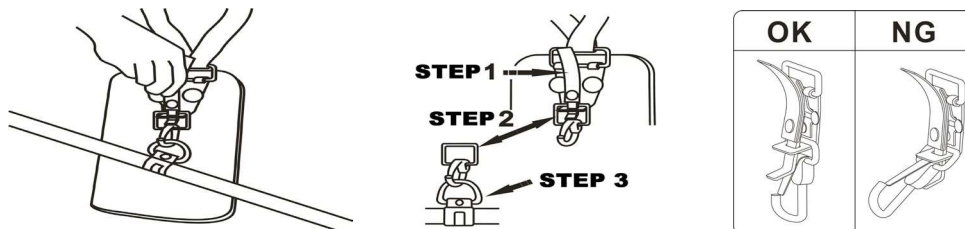

Fig. 7
- Para volver a conectar el arnés a la desbrozadora, reajusta el agarre tirando de él y volviendo a conectar a su aro. Fig.7